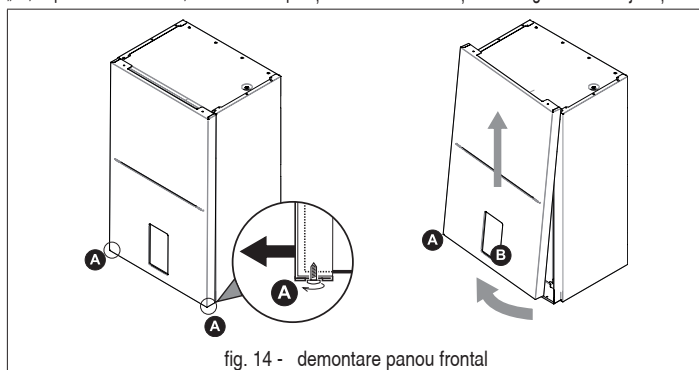

fig. 14 - demontare panou frontal
- Deșurubați parțial șuruburile A (consultați "fig. 14 - demontare panou frontal").
- Scoateți panoul B și desprindeți-l din elementele de fixare din partea de sus (consultați "fig. 14 - demontare panou frontal").